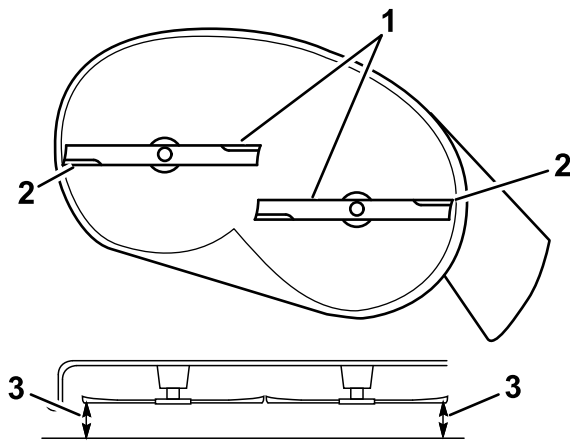

Bild 66
- Messen Sie den Abstand zwischen den äußeren Schnittkanten und der ebenen Oberfläche (Bild 66).